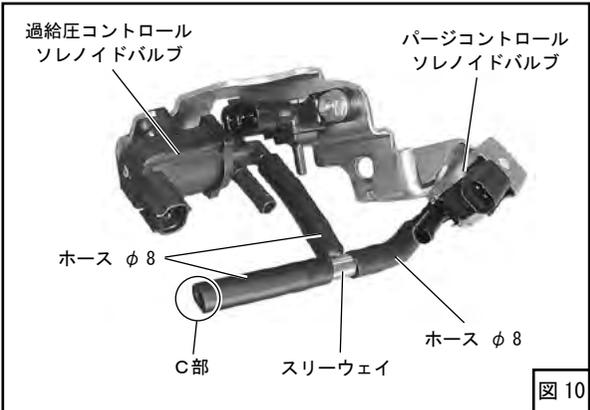
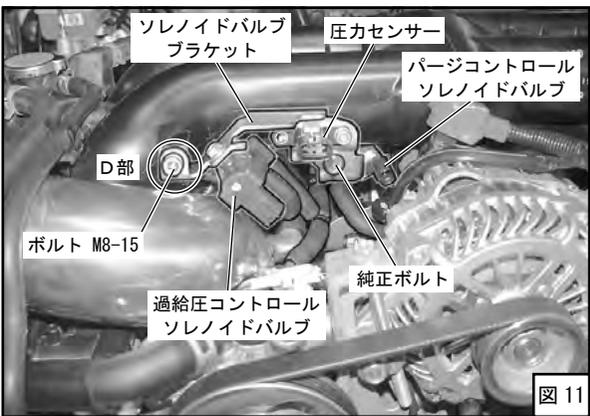

図10
図11
キットパーツを使用して過給圧コントロールソレノイドバルブとパージコントロールソレノイドバルブに配管を行ってください。(図10)
- (6) 圧力センサー、ソレノイドバルブブラケット、過給圧コントロールソレノイドバルブ、パージコントロールソレノイドバルブを取付け、それぞれのホース、コネクタ類を接続してください。(図3、図10、図11、図12)